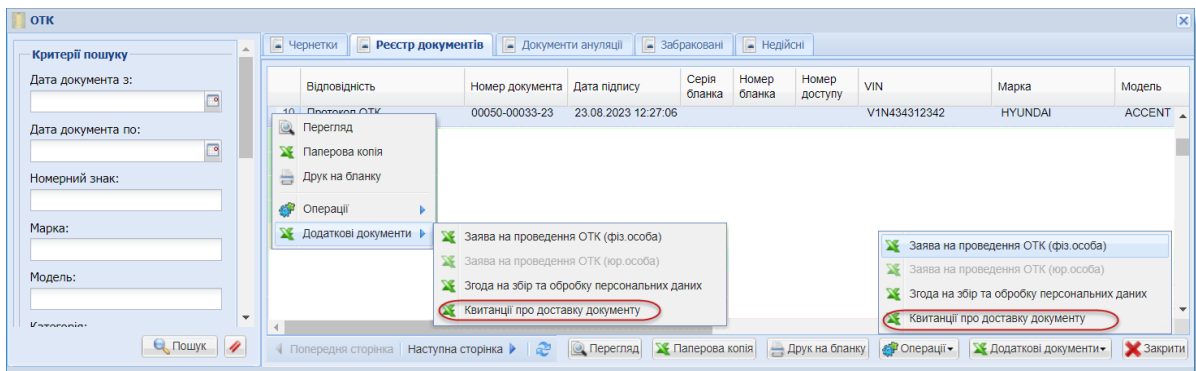

Рисунок 3.96
- вибрати потрібний документ, натиснути кнопку **Додаткові документи** та з меню вибрати пункт *Квитанції про доставку документу* (рис. 3.96).